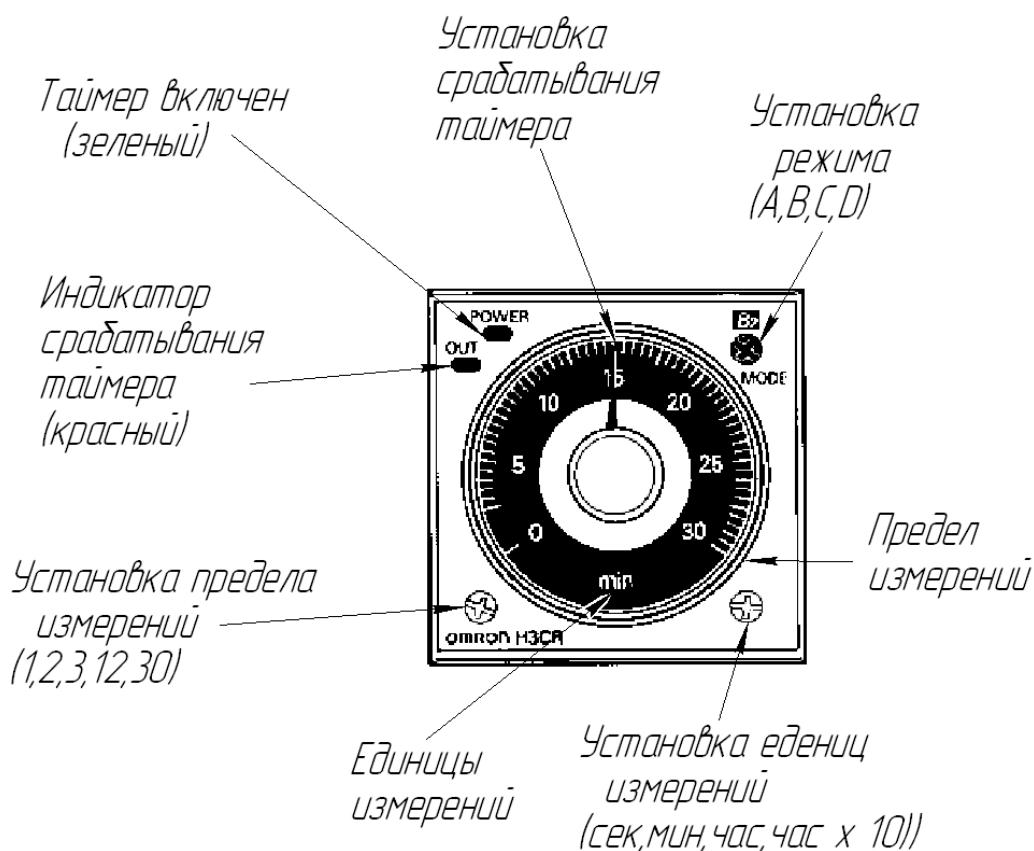

Рисунок 6 – Элементы настроек и индикации таймера предварительного нагрева
- 7.11.3. На таймере предварительного нагрева (рис. 6) установите время до включения нагревательных элементов.